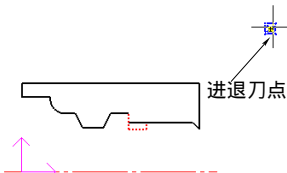

图 4-158 选择进退刀点
5) 确定进退刀点。指定一点作为刀具加工前和加工后所在的位置，如图 4-158 所示。要保证选取的点在进退刀时不会与工件发生干涉。